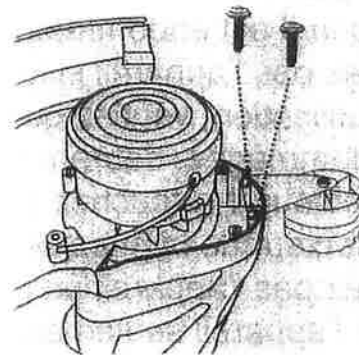

Fig.3
Insérez le dispositif de sécurité (11) sur le protection de sécurité et le fixer avec 2 vis. (Fig.3)